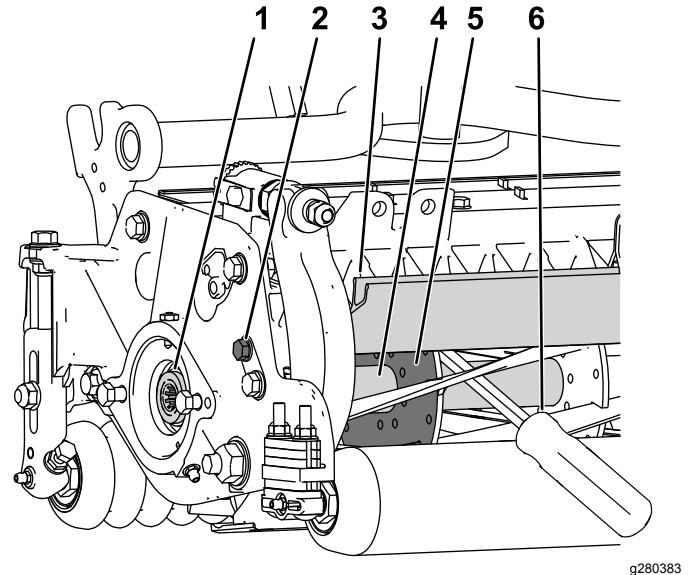

图28
1. 松开滚刀组左侧的屏蔽螺栓抬起后护罩 图28。
2. 将一根长柄撬棍建议尺寸为 0.95cm x 30.48cm 带螺丝刀柄插入滚刀组背面最靠近需要扭转的滚刀组一侧 图28。
3. 将撬棍靠着滚刀支撑板的焊接侧 图28。